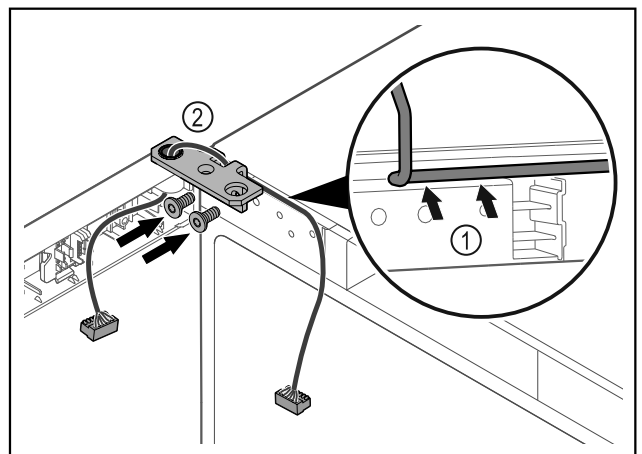

Fig. 44
- Kabel durch die Aussparung des Scharnierwinkels führen und vorsichtig verlegen Fig. 44 (1).
- Scharnierwinkel Fig. 44 (2) anschrauben.